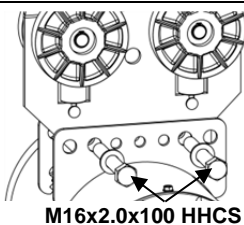
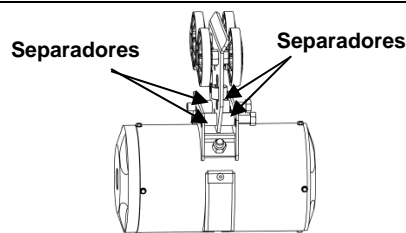

Figura 2-12
Figura 2-13
- Paso 1. Deslice dos (2) tornillos de cabeza hexagonal M16 x 2,00 x 100 mm con arandelas M16 a través de los orificios en una de las placas del soporte como se muestra a continuación (consulte la Figura 2-12).
- Paso 2. Deslice un (1) separador de 5/8 x 1 pulgada (25 mm) en cada perno e inserte los pernos a través de los orificios de montaje del carro.
- Paso 3. Instale dos (2) de los separadores restantes, uno (1) por perno, entre el carro y la segunda placa del soporte del contenedor como se muestra en la imagen (consulte la Figura 2-13).